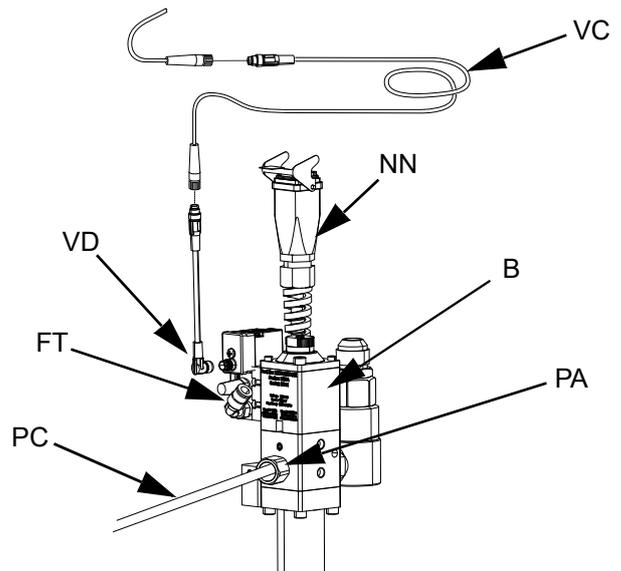

FIG. 31
12. Ligue a linha de ar (AR) (não fornecida) ao encaixe de ar (FT) no solenoide da válvula de distribuição. Consulte o manual de Instruções - Peças das Válvulas de distribuição IQ. Consulte a FIG. 31.
- a. Ligue o cabo da válvula solenóide (VC) à extremidade de 4 pinos do cabo repartidor M8 ligado à porta 4 do motor elétrico (AB). Consulte **Conexões de comunicação do condutor elétrico** para êmbolos simples, na página 18. Consulte a FIG. 31.
- b. Ligue a extremidade de 90 graus do cabo M8 de 4 pinos (VD) incluído à válvula de distribuição e a extremidade reta do cabo da válvula solenóide a (VC). Consulte a FIG. 31.
- a. Ligue o cabo da válvula solenóide de distribuição ao conetor do solenóide da válvula de distribuição em tandem (YY) no bloco de tandem (R).
- b. Ligue a extremidade de 90 graus do cabo M8 de 4 pinos (15N040) incluído à válvula de distribuição e a extremidade reta do cabo da válvula solenóide a (VC). Consulte a FIG. 31.
- c. Ligue uma extremidade macho do repartidor M8 de 4 pinos (TT) no bloco de tandem (R) à extremidade M8 de 4 pinos do cabo do repartidor ligado à porta 4 no motor elétrico (AB) para o êmbolo 1 o êmbolo 2. Consulte **Ligações de comunicação do motor elétrico** para o **Êmbolo em tandem** na página 19.